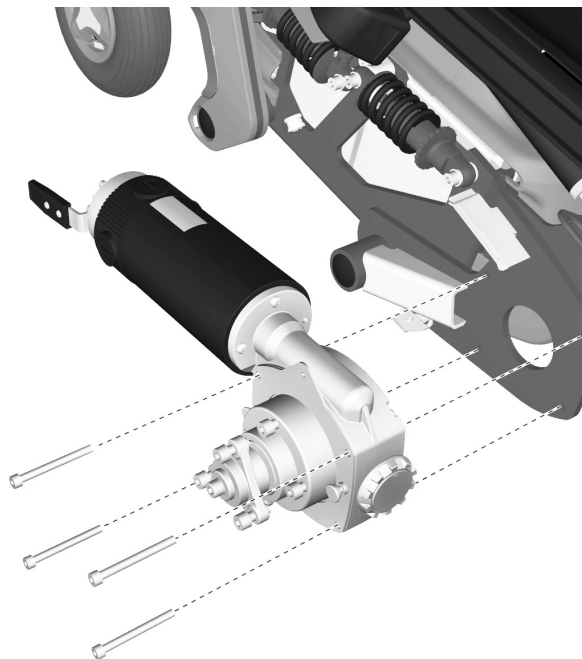

Abbildung 53. Montage/Demontage der Antriebsmotoren.
1. Antriebsmotor mit vier Schrauben und zugehörigen Beilagscheiben montieren. Siehe Abbildung. 53.